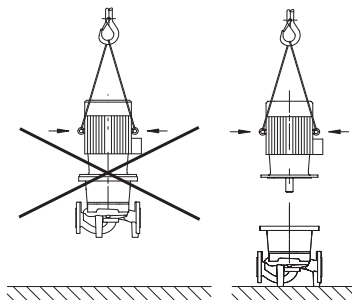

Fig. 8: Transport av motorn
- Transportöglorna på motorn får endast användas för att lyfta motorn, inte hela pumpen (fig. 8).